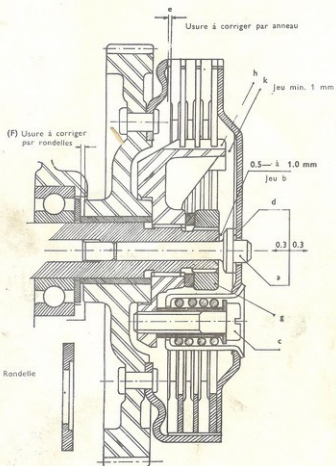

Figure 9
- la tige de débrayage fait saillie au centre de l'embrayage (a sur la figure 9) — cette goupille doit se trouver toute dégagée et doit pouvoir être retirée de tous côtés — s'il n'y a pas de jeu, c'est que l'embrayage glisse
- ceci doit être corrigé comme suit: 4 vis (c de la figure 9) doivent être dévissées et le disque extérieur d'embrayage doit être écarté.
Enlever une ou deux rondelles intermédiaires de la tige (d de la figure 9) suivant qu'il est nécessaire pour donner du jeu à la tige, dès que le disque extérieur est posé.
- pour le jeu, causé par l'usure des disques, il faut ajouter un anneau d'épaisseur de 1 mm (e sur la figure 9) qui doit être placé derrière le dernier disque, contre le pignon d'embrayage — Le numéro de commande de cet anneau est 473235 — Si à quelques endroits les disques sont devenus noirs, cela ne signifie nullement qu'ils sont brûlés; il s'agit d'une réaction chimique de l'huile et cela n'est d'aucune influence sur le glissement de l'embrayage. Cependant on peut les aplanir un peu au moyen de papier émeri
- afin de contrôler ceci, enlever les disques du pot d'embrayage et lâcher de faire monter et descendre le pignon — si vous y réussissez, ce sera une preuve qu'il y a de l'usure — dans ce cas monter un anneau spécial derrière le pignon (au lieu de l'anneau normal) — ces anneaux ont un rebord d'un seul côté, qui sert à éliminer le jeu — la partie alésée doit être dirigée vers le pignon (i sur figure 9).
Quand les disques d'embrayage sont montés sans l'anneau (e sur la figure 9) derrière les disques, le disque extérieur, quand il est pressé par la main, (g sur la figure 9) ne peut pas toucher le porte-disque en fonte — si c'est bien le cas, les ressorts, lors de l'accouplement, ne peuvent pas serrer sur les disques, mais bien sur le support, ce qui fait que l'embrayage glisse. Si nécessaire, limer un peu les coins du support lui-même (h sur la figure 9) il est de la plus grande importance, que les instructions données dans le présent chapitre, soient suivies minutieusement.